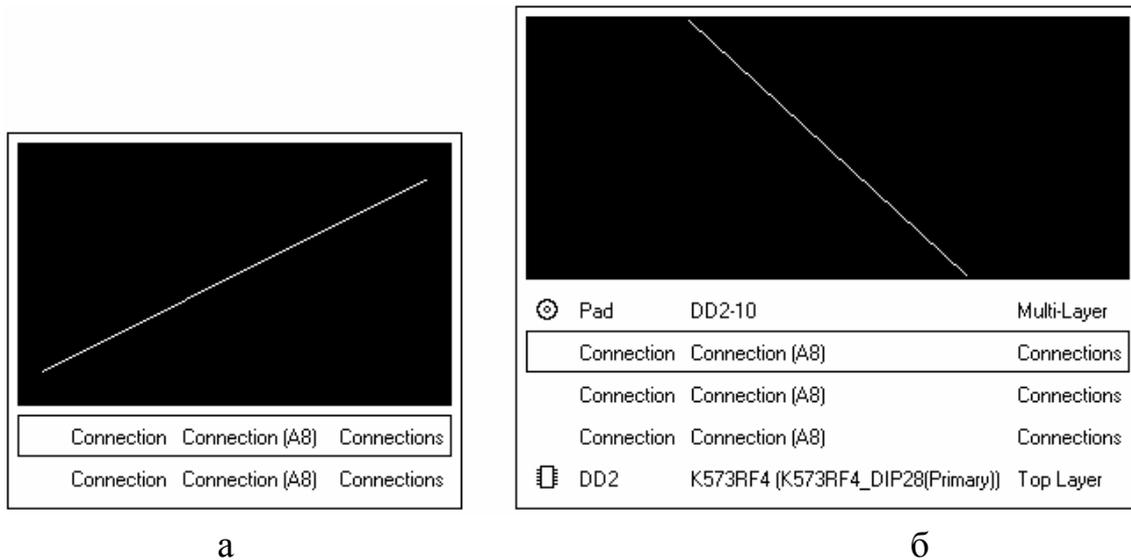

Рис. 7.26
- Connection – трассировка связи, соединяющей контакты двух компонентов (остальные участки цепи не трассируются). При указании курсором на контакт, от которого связь уходит в одну сторону, трассировка выполняется автоматически по щелчку левой клавиши мыши. При указании курсором контакта, от которого связь расходится в разные стороны, открывается диалоговое окно, в котором приводится перечень сегментов выбранной связи и графическая иллюстрация их расположения на плате (рис. 7.26, а).
- Net – трассировка выбранной цепи. Выполняется по двойному щелчку левой клавишей мыши после указания курсором на начальный или конечный контакт, принадлежащих данной цепи. В случае указания на контакт, от которого линии связи расходятся в разные стороны, активизируется диалоговое окно, рис. 7.26, б, в котором надлежит выбрать один из сегментов электрической связи, образующей цепь. Цепь разводится целиком.